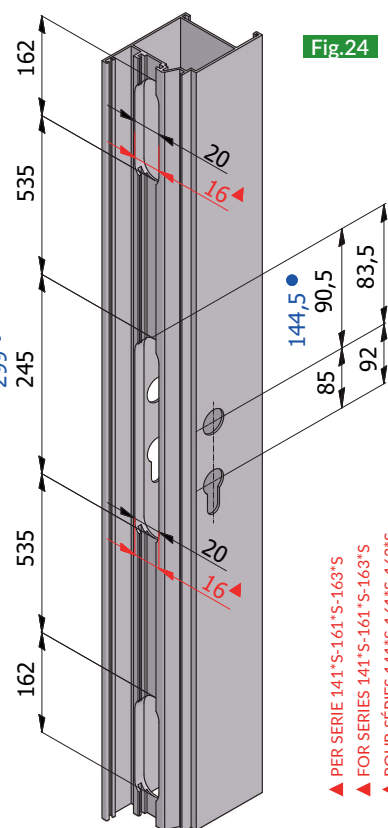

Fig.24
1. Eseguire le cave per alloggiamento serratura e deviatori. **Fig.24**
1. Make the housing to fit lock and deviators. **Fig.24**
1. Faire les découpes pour loger la serrure et les déviateurs. **Fig.24**